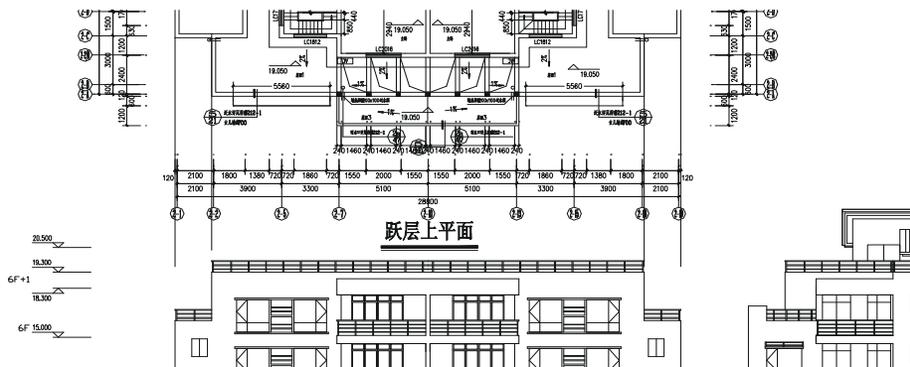

图 12-1-37
**STEP 29** 使用修剪命令 TRIM 对其进行修剪，绘制出完整的阳台顶如图 12-1-37 所示。